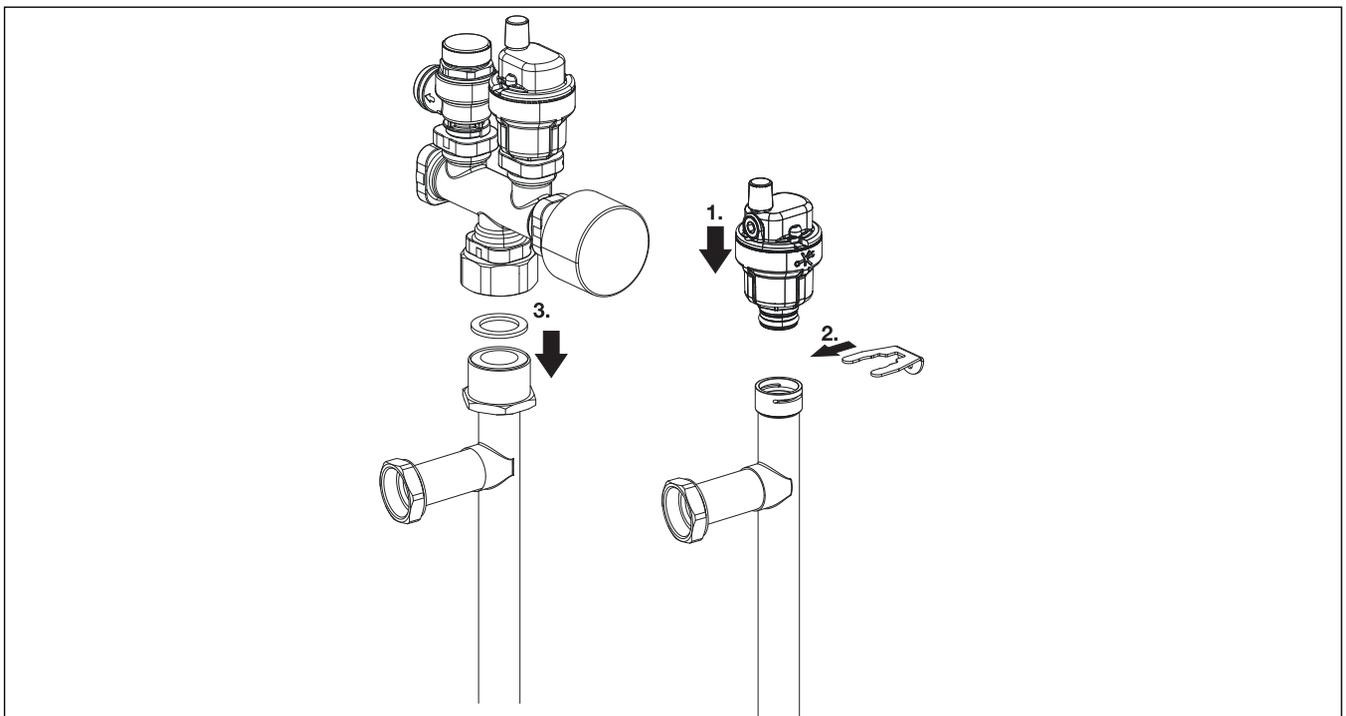

Fig. 10 Groupe de sécurité et purgeur
- ▶ Installer la vanne de purge (→ voir fig. 10, [1]) dans le raccordement d'entrée d'eau chaude sanitaire et le groupe de sécurité (→ voir fig. 10 [3]) dans le raccordement de sortie d'eau chaude sanitaire. Le groupe de sécurité doit être installé avec un anneau d'étanchéité plat.
- ▶ Installer les conduites d'eau chaude sanitaire de l'unité intérieure et le groupe de sécurité conformément à la fig. 10. Lors de travaux sur le raccordement inférieur, les conduites peuvent être tournées vers le côté souhaité.